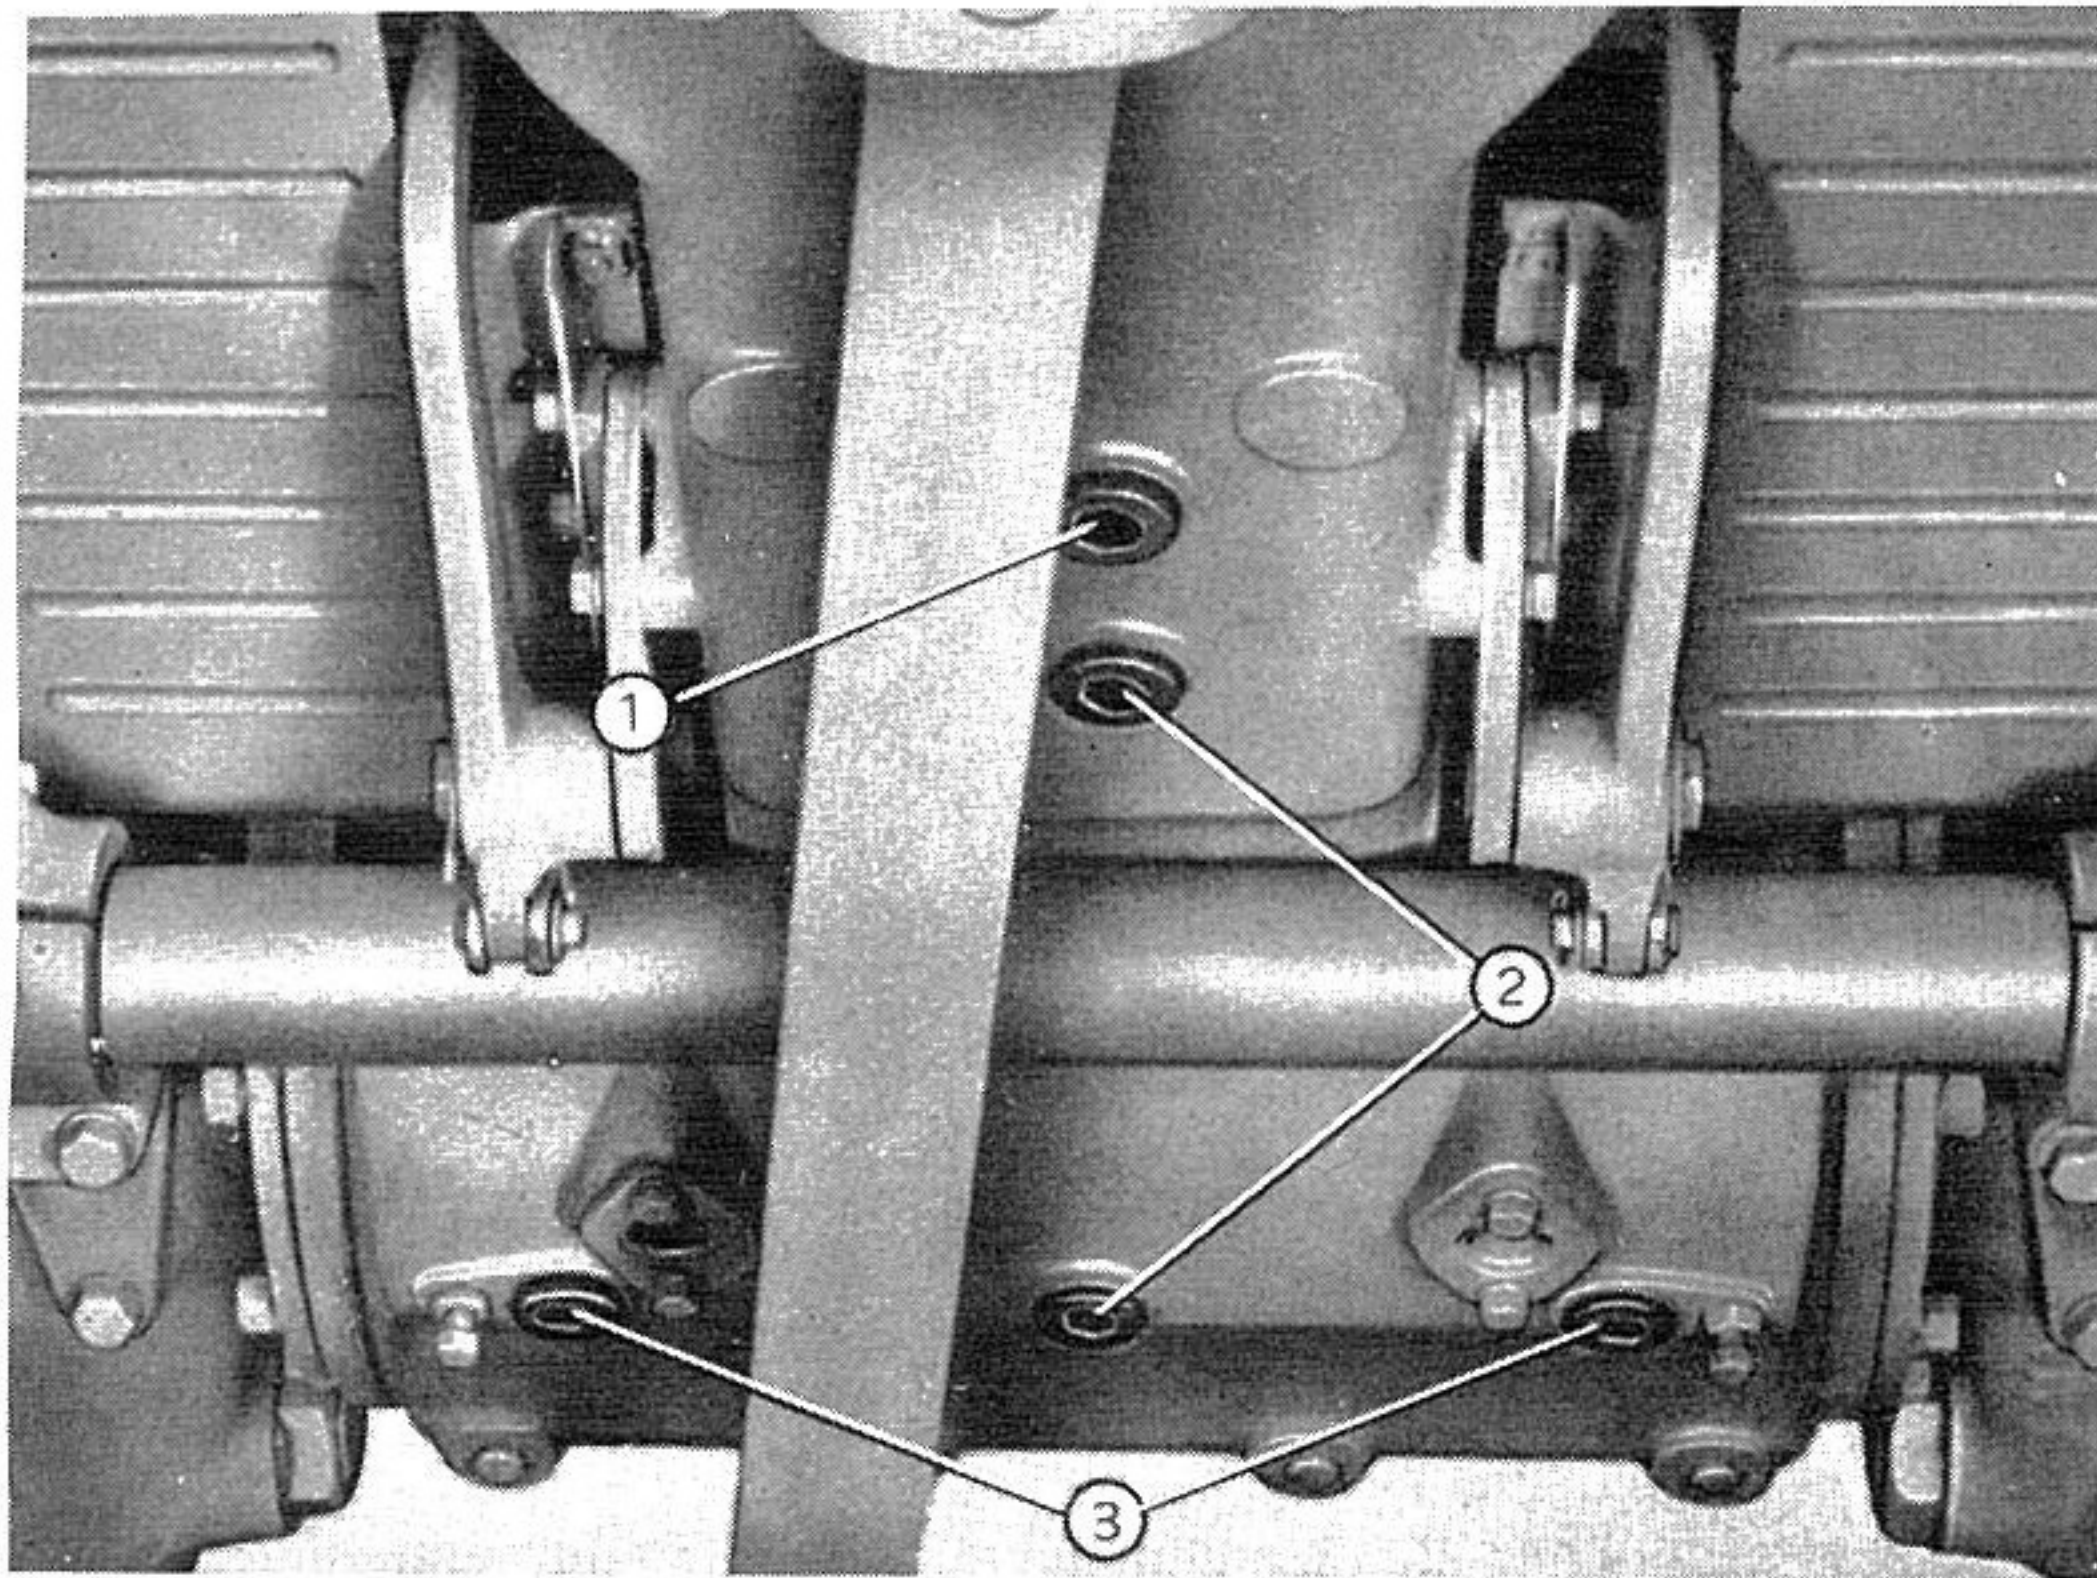

Fig. 27. - Bouchons de vidange du carter de l'embrayage du moteur, de la boîte de vitesses, du réducteur central et des carters des embrayages de direction.
a) **Toutes les 80 heures de travail:** vidanger l'huile qui peut s'être accumulée au fond du carter de l'embrayage, en dévissant le bouchon prévu (1, fig. 27).
a) **Toutes les 80 heures de travail:** vidanger l'huile qui peut s'être accumulée au fond des creux contenant les embrayages de direction, en dévissant les bouchons prévus (3, fig. 27).